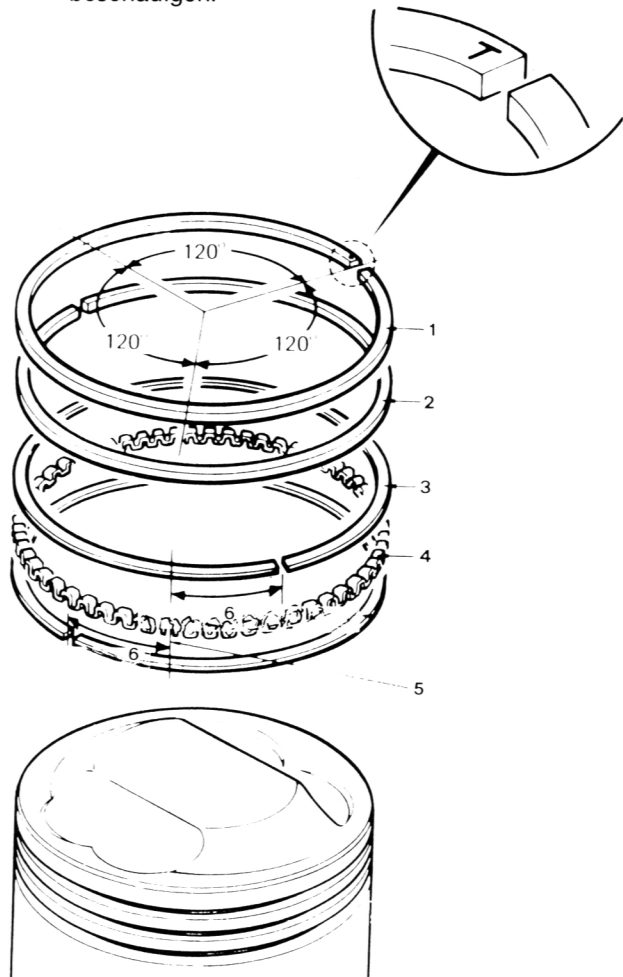

Bild 54
- Die Kolbenring-Stossfugen um 120° versetzen (Bild 54). Die Ölabbstreifring-Stossfugen nicht aufeinander ausrichten.